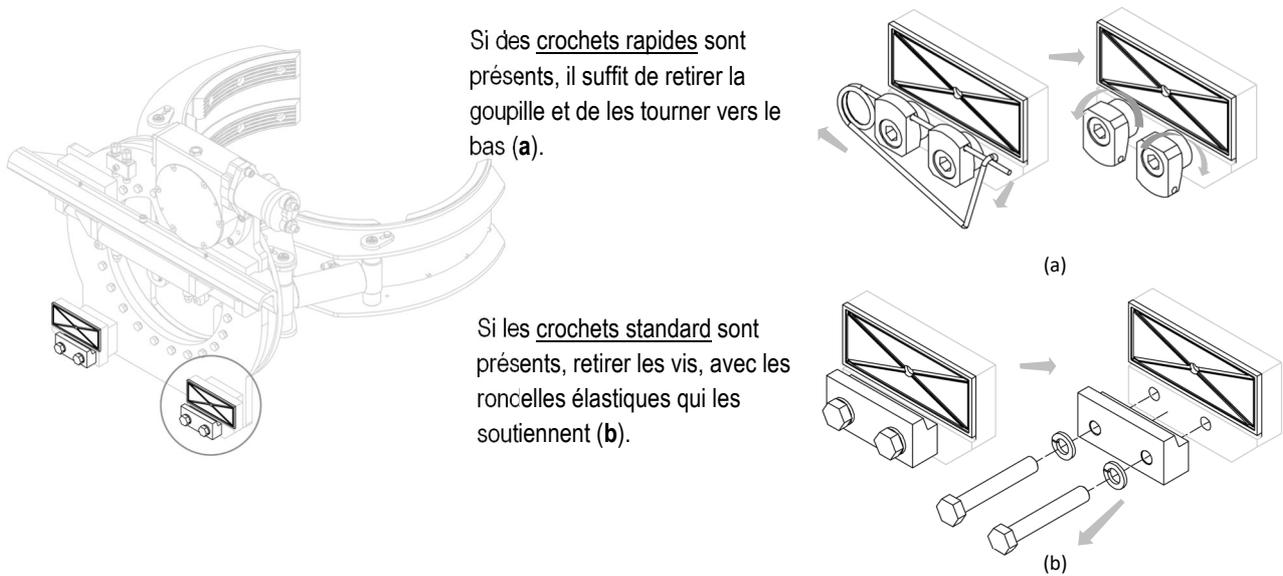

Figure 7
5. Retirer les crochets inférieurs de l'équipement et graisser les patins de guidage (voir Figure 7).